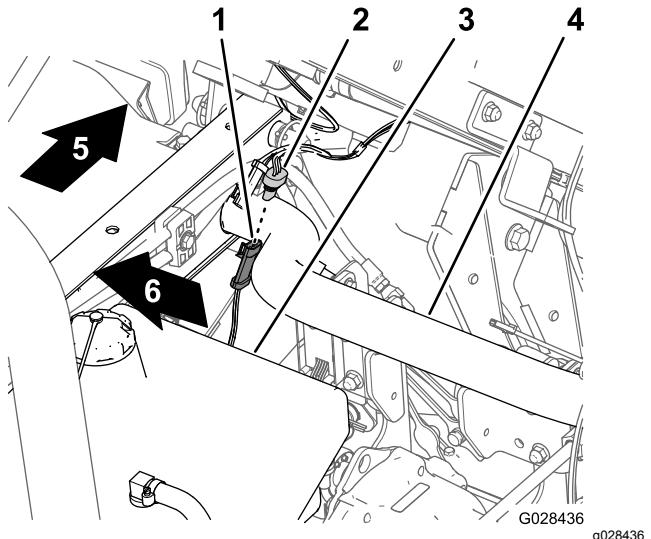

Figura 17
1. Nel cablaggio preassemblato per l'irroratrice, individuate il connettore a 3 prese per il circuito del sensore di velocità (Figura 17).
2. Collegate il connettore a 3 pin del cablaggio preassemblato della macchina per il sensore della velocità al connettore a 3 prese del cablaggio preassemblato dell'irroratrice per il sensore della velocità (Figura 17).